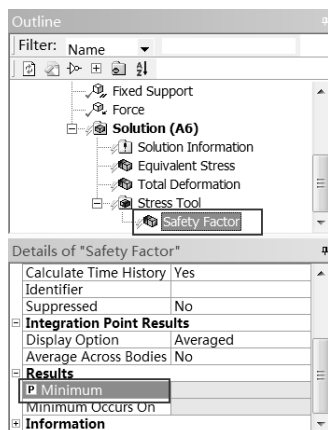
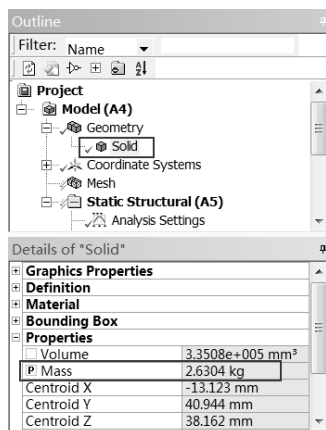

图 18-9 参数化设置 (1)
图 18-10 参数化设置 (2)
Step6：选择最小安全系数进行后处理，并将最小安全系数及质量设置为参数，如图 18-9 和图 18-10 所示。